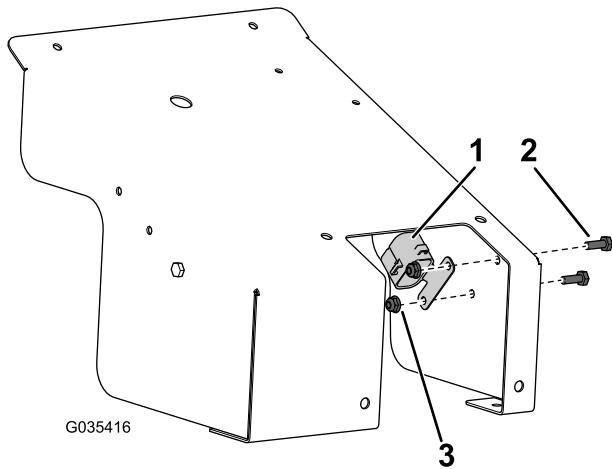

Bild 9
7. Nehmen Sie die Kappe des Sicherungsblocks (**Bild 9**) vom Kabelbaum ab.
8. Befestigen Sie die Kappe des Sicherungsblocks mit zwei Schrauben ($\frac{1}{4}'' \times \frac{3}{4}''$) und zwei Muttern ($\frac{1}{4}''$) an der Innenseite der Abdeckung, wie in Bild 9 abgebildet.